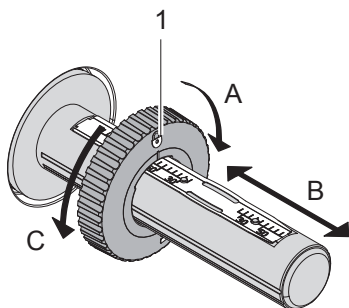

图 11 调整碳带固定环
3. 调整碳带供应轴（3）上的固定环（1）到适合碳带宽度的位置（图 11）：